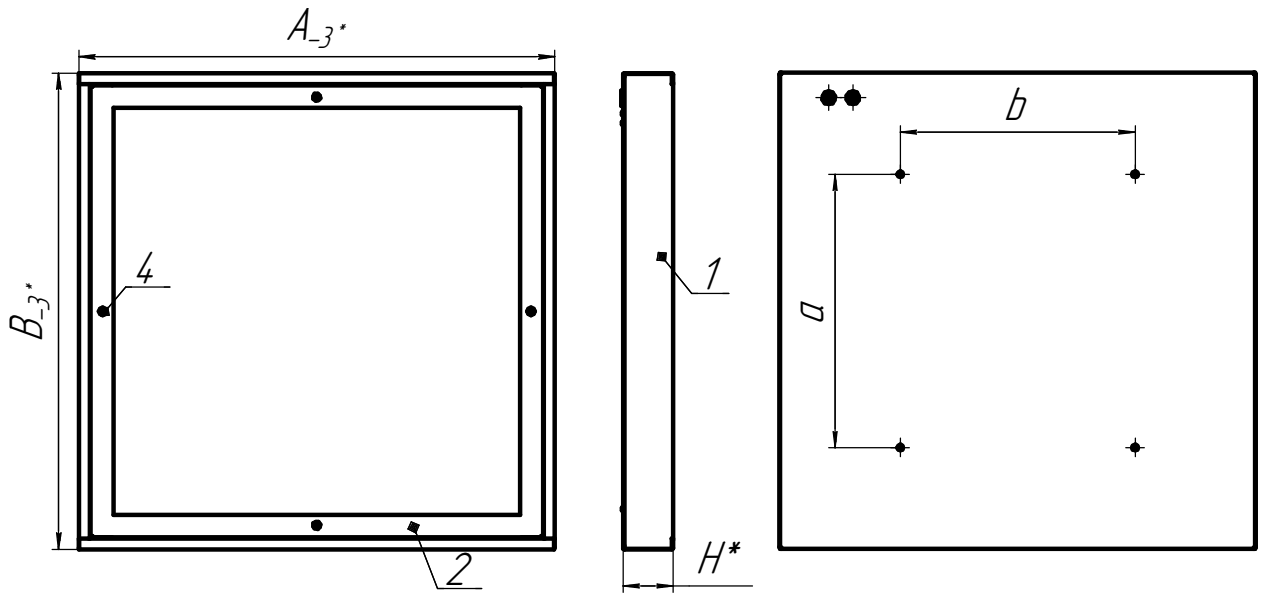

Рисунок 1 - Светильник ДПО15
6.3 Снимите обечайку (поз.2) рисунок 1, предварительно открутив 4 винта (поз.4).
6.7 Установите обечайку в сборе (поз.2) рисунок 1, на корпус в сборе (поз.1), предварительно закрутив 4 винта при помощи отвертки (поз.4).